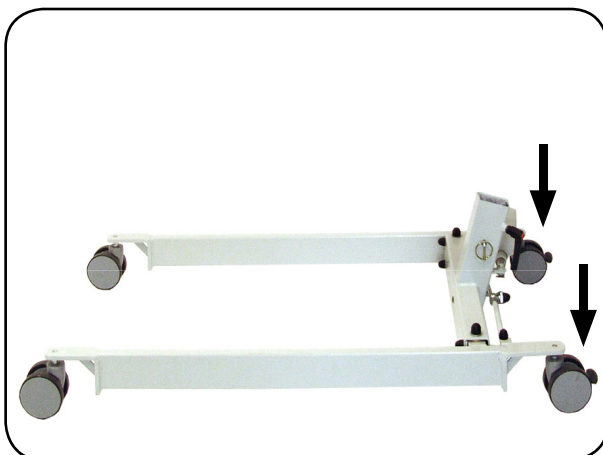

Abb. 6.1.03 - Fahrgestell
1. Stellen Sie das Fahrgestell mit den Laufrollen auf den Boden (Abbildung 6.1.03).
2. Bremsen Sie die zwei hinteren Laufrollen an der Bedienerseite, durch Betätigung des Tritthebels (Abbildung 6.1.03); siehe Kapitel Bedienung Abschnitt **Laufrollen**.
17. Lösen Sie die Bremsen der hinteren Laufrollen durch Betätigung des Tritthebels (Abbildung 6.1.03); siehe Kapitel Bedienung Abschnitt **Laufrollen**.